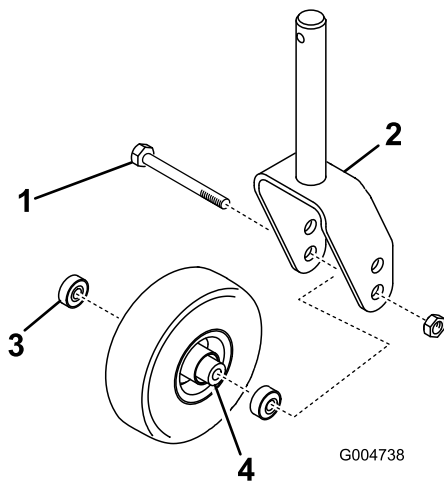

Figura 139
1. Togliete il dado di bloccaggio dal bullone che fissa il gruppo ruota orientabile alla forcella o al braccio di rotazione (Figura 139).
2. Afferrate la ruota orientabile ed estraete la vite a testa cilindrica dalla forcella o dal braccio di rotazione (Figura 139).
3. Togliete il cuscinetto dal mozzo della ruota e lasciate cadere il distanziale del cuscinetto (Figura 139).
4. Togliete il cuscinetto dalla parte opposta del mozzo della ruota (Figura 139).